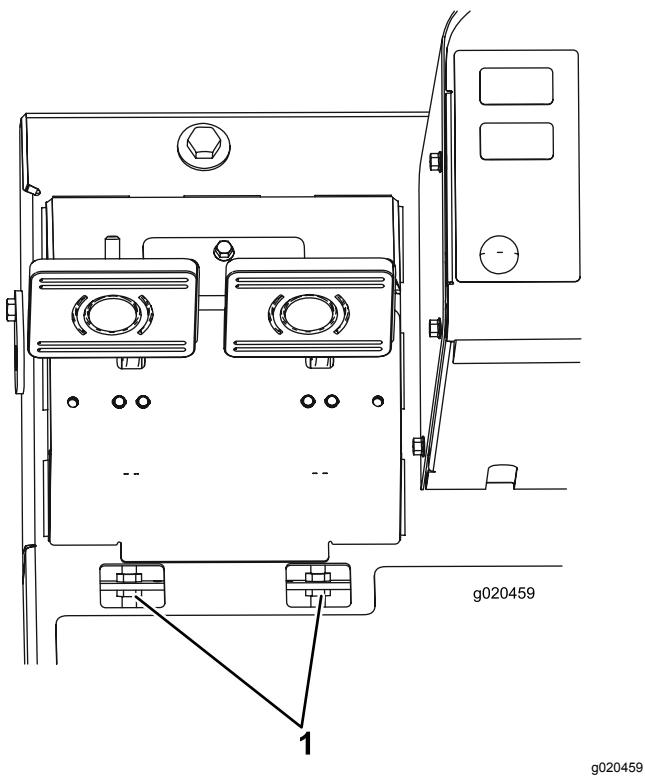

Figure 95
- B. Desserrez l'écrou avant sur l'extrémité filetée du câble de frein (Figure 95).